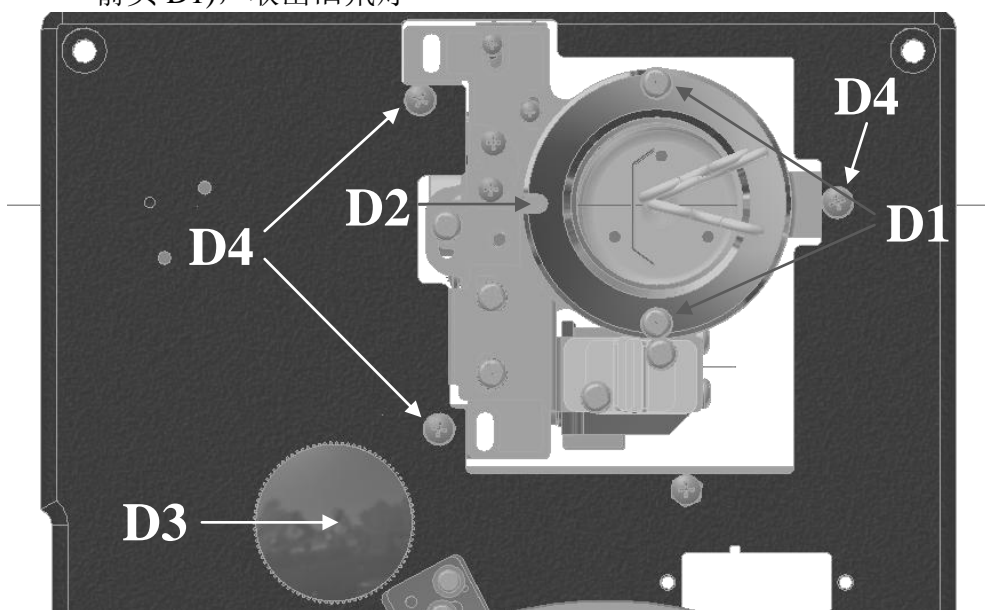

图 6.1.3.1
1.打开上盖，卸下氙灯电源线及2个固定氙灯的螺丝 D1(如图 6.1.3.1 箭头 D1)，取出旧氙灯
2.将新氙灯装入灯室，注意图 6.1.3.1 中 D2 处氙灯安装方向，用螺丝 D1 固定并连接电源线，氙灯电源线必须按照颜色接线。